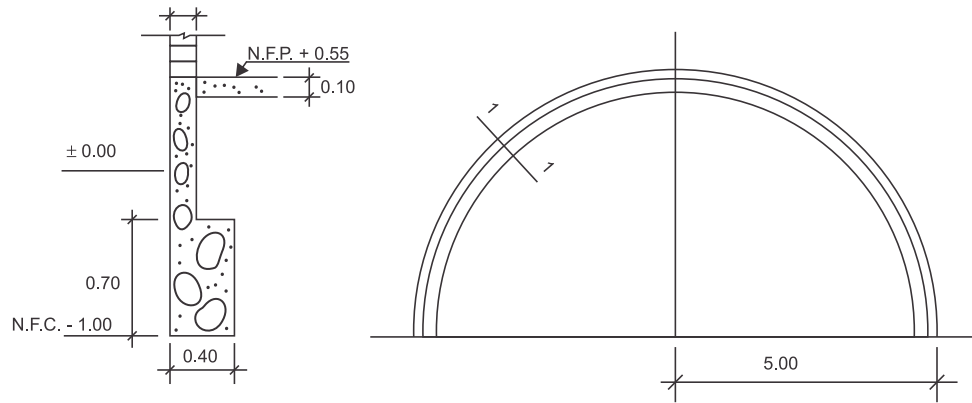

FIG. 1
1.- Se tiene un terreno semicircular de 5.00 m de radio (fig. 1)